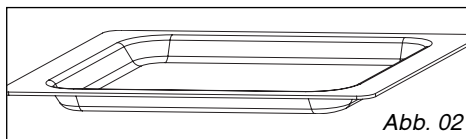

Abb. 02
- **Glasschale** (Abb. 02): Sie wird als Garteller verwendet.